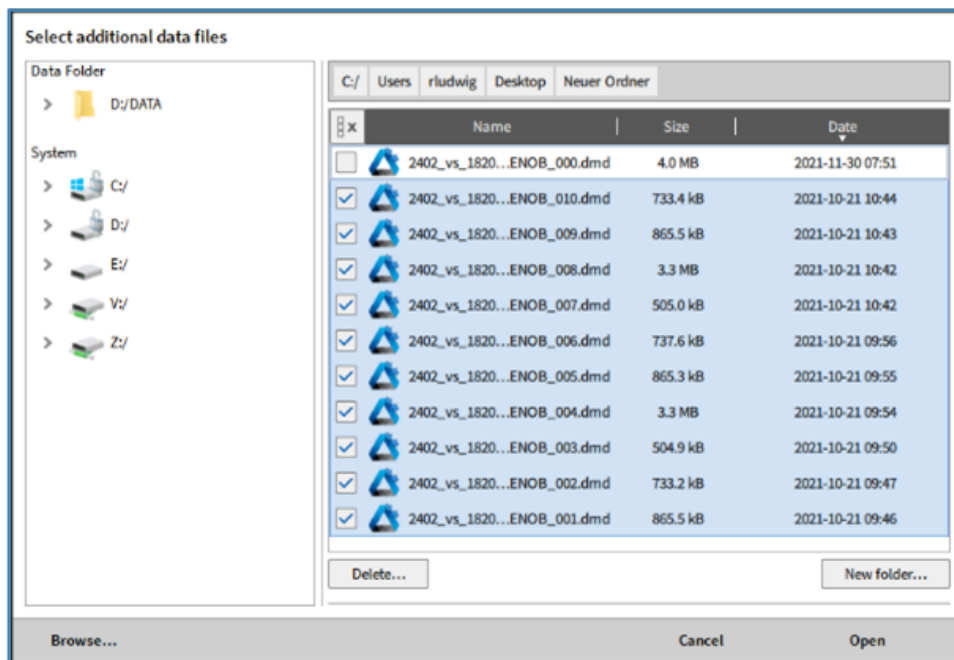

Abb. 11.23: Popup-Fenster zur Auswahl zusätzlicher \*.dmd-Dateien für den Export
Wählen Sie das gewünschte Exportformat (einschließlich der einzelnen Optionen) und die zu exportierenden Kanäle aus (siehe ① Abb. 11.22). Drücken Sie als nächstes die Schaltfläche *Batch Export* (siehe ② Abb. 11.22). Es öffnet sich ein Popup-Fenster, in dem der Benutzer andere \*.dmd-Dateien auswählen kann, deren Daten mit den gleichen Exporteinstellungen exportiert werden sollen, die für die erste Datei ausgewählt wurden (siehe Abb. 11.23). Nachdem Sie alle gewünschten Dateien ausgewählt haben, drücken Sie *Open*.